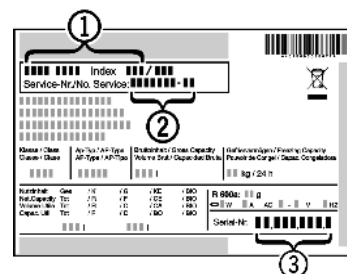

Fig. 11
- ▶ Identificați denumirea aparatului Fig. 11 (1), numărul de service Fig. 11 (2) și numărul de serie Fig. 11 (3) pe marca de fabricație. Marca de fabricație se află pe partea stângă în interiorul aparatului.
- ▶ Informați serviciul de asistență a clienților și comunicați tipul defecțiunii, denumirea aparatului Fig. 11 (1), numărul de service Fig. 11 (2) și numărul de serie Fig. 11 (3).